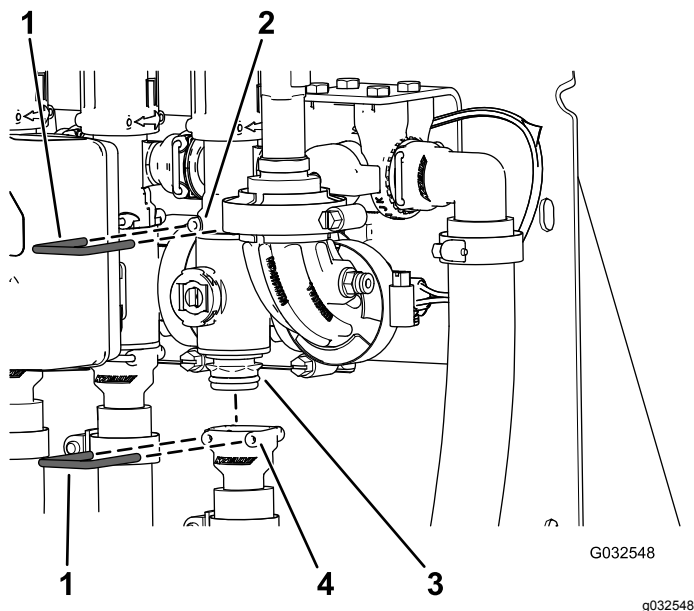

Figura 103
2. Retire la horquilla de retención que sujeta el colector de la válvula de sección al acoplamiento de desvío (Figura 103).